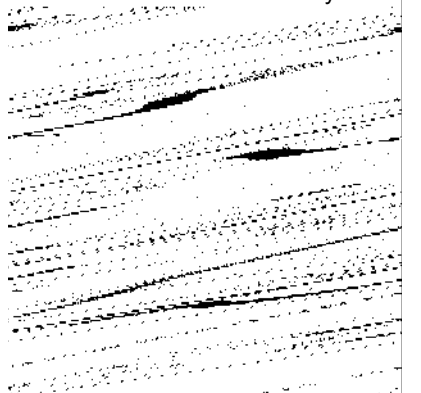

Рисунок 3
- 3) Поместите кабельный зажим, как указано на рис. 3. Поверните эксцентрик (6) так, чтобы пластинка зажима оказала должное давление на два кабеля, теперь можно затянуть винты, фиксирующие пластинку зажима.